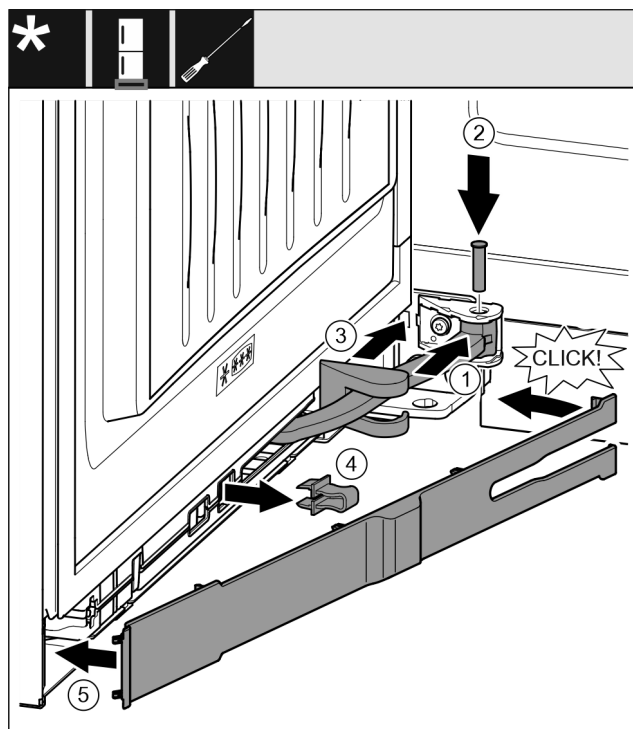

Fig. 38
- ▶ Rotiți articulația în sistemul de suspendare. Fig. 38 (1)
- ▶ Introduceți cu o șurubelniță T15 boltul în sistemul de suspendare și articulație. Urmăriți ca respectiva camă de cuplare să fie așezată corect în canelură. Fig. 38 (2)
- ▶ Împingeți capacul suportului de lagăr de-a lungul articulației și montați-l deasupra sistemului de suspendare. Fig. 38 (3)
- ▶ Detașați siguranța. Fig. 38 (4)
- ▶ Așezați și rabatați în interior masca pe partea mânerului. Fig. 38 (5)